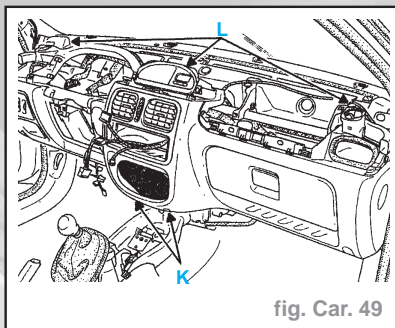

fig. Car. 49
- Déposer les deux vis de fixation (K) du boîtier de commande chauffage et déclipser celui-ci de son logement sur la planche de bord (fig. Car. 49).